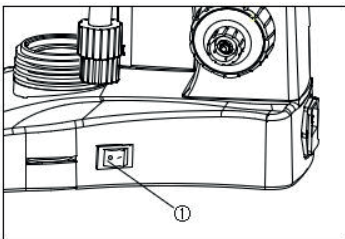

Fig.8
2.2.5 Conexión del cable de alimentación (Fig.8, 9,10)
2.2.6 Sustitución del fusible (Fig.8 - 9 - 10)